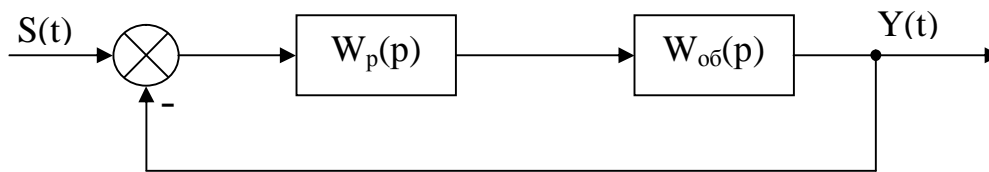

Рис. 5.1
1. Структура одноконтурной системы представлена на рис. 5.1.